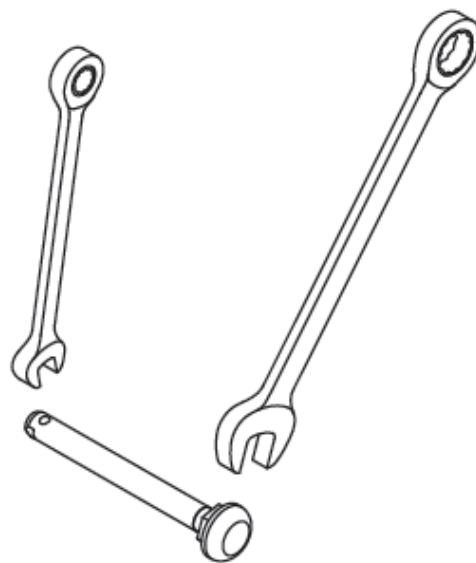

Figura 19.2 Perno a sgancio rapido
1. Utilizzando una chiave aperta da 7/16", afferrare saldamente l'estremità della sfera di fermo del perno. (Vedi Figura 19.2).
1. Utilizzando una chiave aperta da 7/16", afferrare saldamente l'estremità della sfera di fermo del perno. (Vedi Figura 19.2)